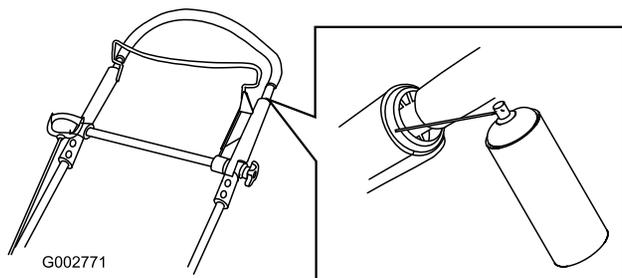

Figura 34
1. Spruzzate il prodotto sull'estremità esterna di plastica della parte interna della stegola (Figura 34).